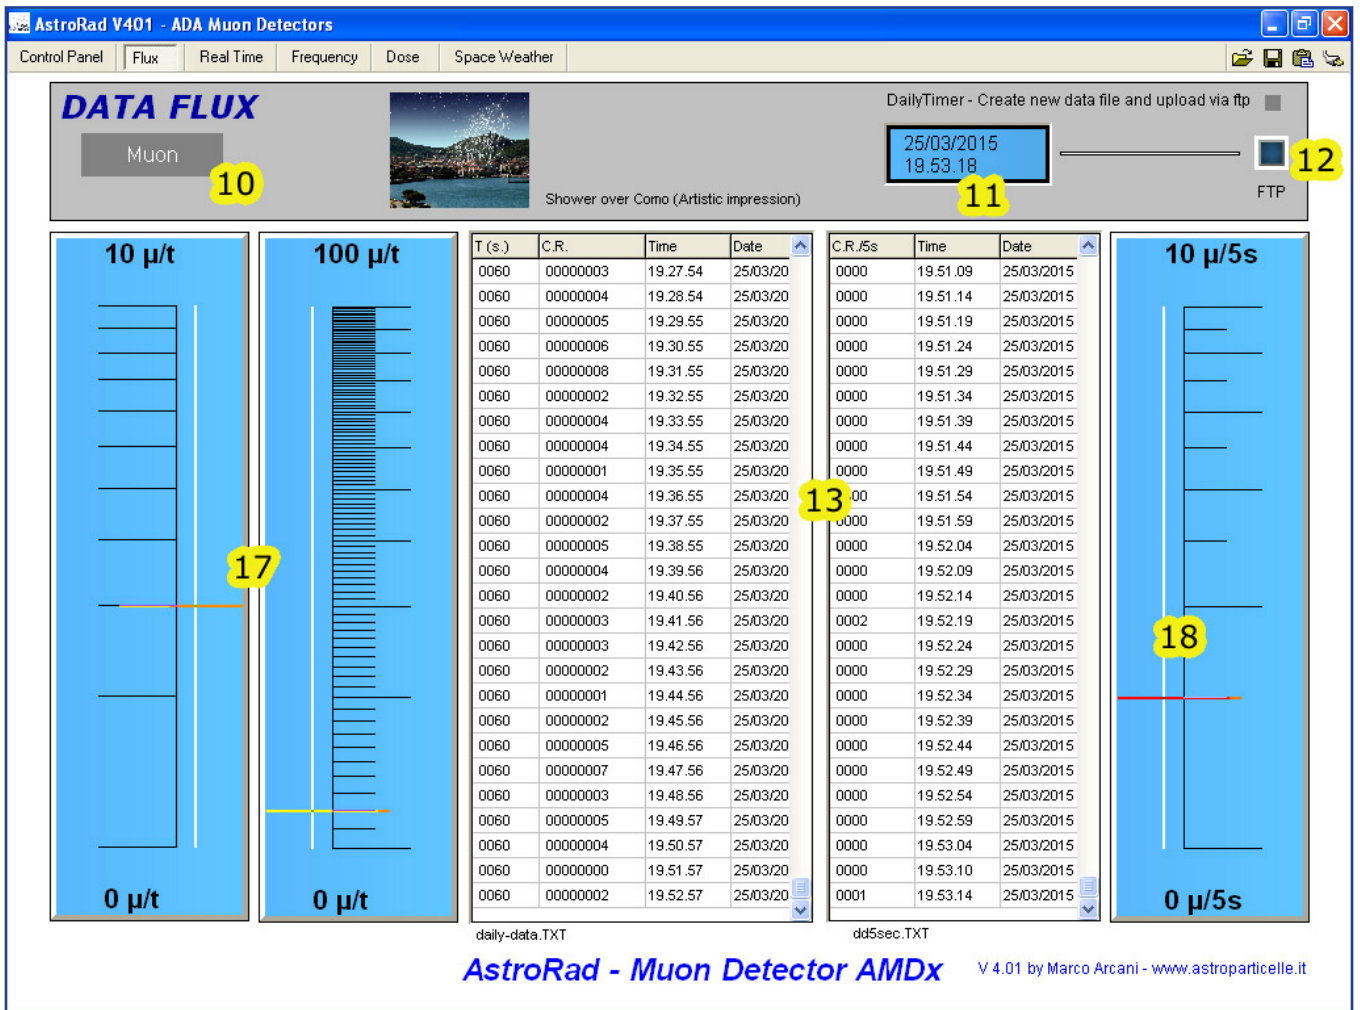

Figura 4
In questa scheda sono stati inseriti due strumenti visuali che segnalano il numero di eventi registrati (figura 4 - punto 17 e 18); i primi due sono relativi al contatore principale (17) diviso in eventi da 0 a 10 e da 0 a 100 e il terzo strumento (18) relativo al campionamento a 5 secondi. A fianco di questi strumenti ci sono le relative tabelle (figura 4 - punto 13) che raccolgono i dati alfanumerici.
### Sezione FTP (figura 4 - punto 11 e 12):
Utilizzando il rivelatore in locale i dati sono registrati nelle tabelle 13 (figura 4). Ogni tabella può registrare un massimo di 16000 righe. Per esportare i dati al termine delle misure cliccare col tasto destro, scegliere 'create'... e selezionare il formato desiderato (figura 5).
È possibile provare se l'invio sul server funziona utilizzando il tasto 12 di figura 4.